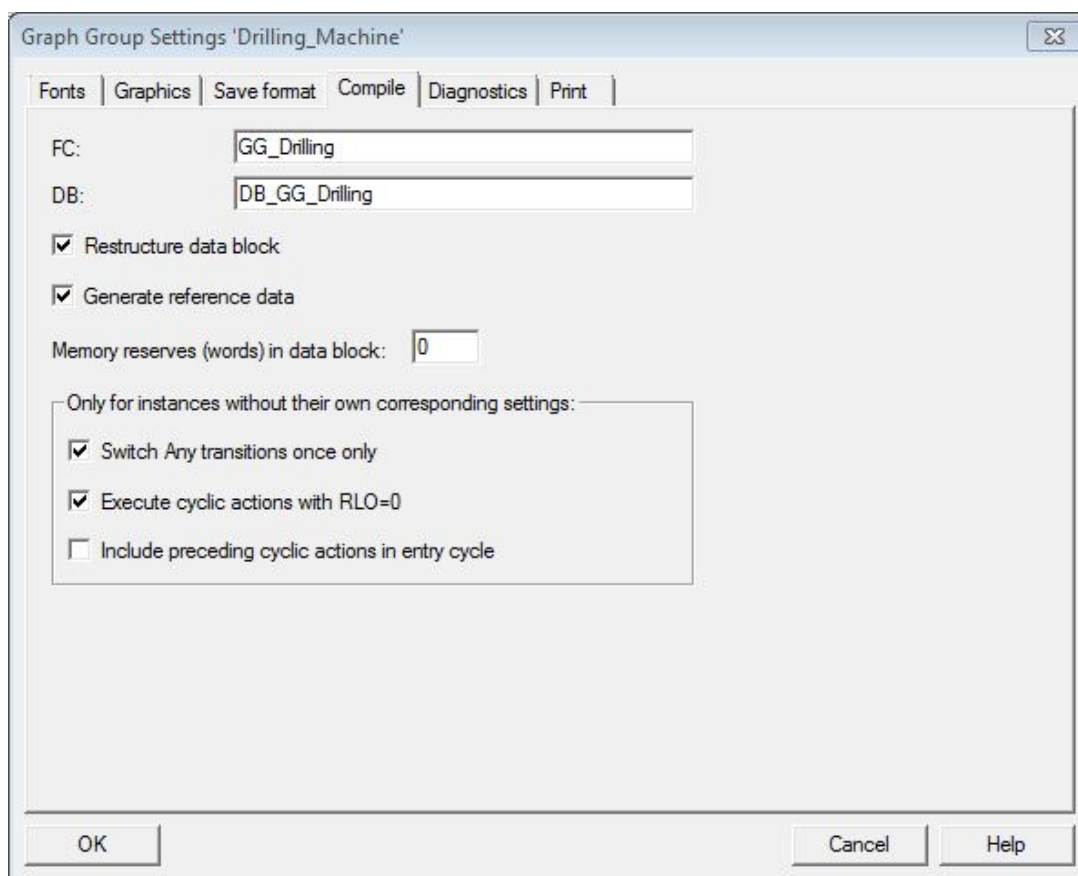

Рисунок 2.7 – Вид вікна настроювання на закладці Compile
У меню Options вибрати команду «ім'я\_групового\_графа Settings». У вікні, що відкрилося, перейти на закладку Compile (рис. 2.7) і ввести ім'я функції (FC) і блоку даних (DB). При призначенні імені можна вказувати абсолютне ім'я, наприклад, FC 1. Тут же можна встановити інші параметри настроювання.